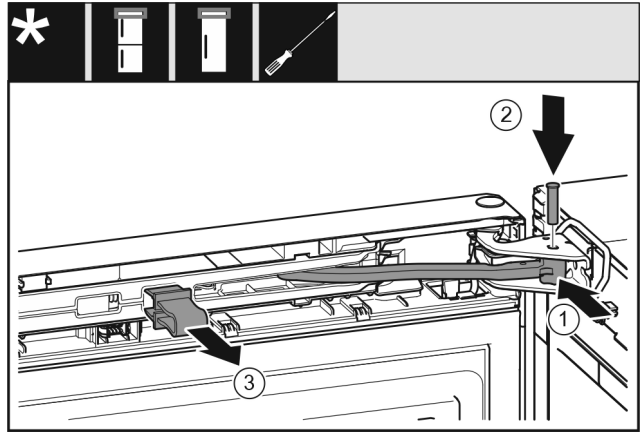

Fig. 21
- ▶ Scharnier in lagerbus draaien. Fig. 21 (1)
- ▶ Bout in de lagerbus en het scharnier aanbrengen. Opletten dat hierbij de vergrendelnok correct in de groef zit. Fig. 21 (2)
- ▶ Borging verwijderen. Fig. 21 (3)